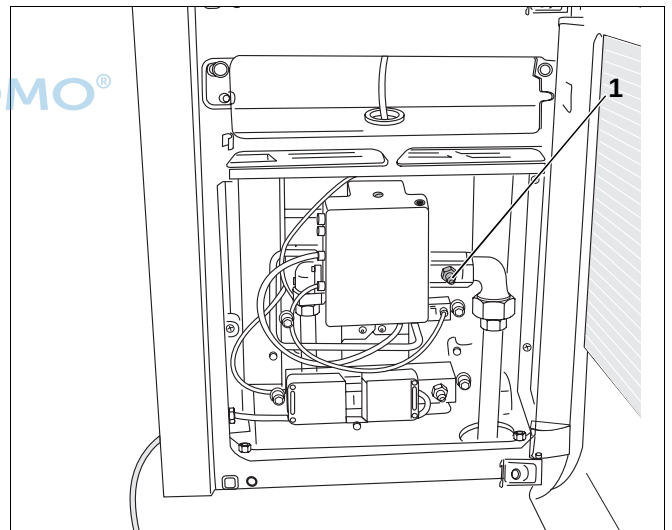

Abb. 34 Prüfnippel für Gasanschlussdruck
- Verschlusschraube des Prüfnippels (Abb. 34, **Pos. 1**) öffnen.
- Messschlauch des U-Rohr-Manometers auf den Prüfnippel (Abb. 34, **Pos. 1**) stecken.
- Messschlauch nach Beendigung der Messung abziehen und Verschlusschraube des Prüfnippels für Gasanschlussdruck (Abb. 34, **Pos. 1**) sorgfältig festziehen.
- Drehen Sie unbedingt die Verschluss-schraube des Prüfnippels für Gasanschlussdruck (Abb. 34, **Pos. 1**) wieder ein.
- Messschlauch nach Beendigung der Messung abziehen und Verschlusschraube des Prüfnippels für Düsendruck (Abb. 34, **Pos. 1**) sorgfältig festziehen.